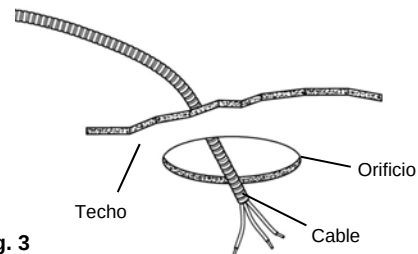

Fig. 3
3. Pasa el cable blindado (BX) o el cable no metálico (NM) (también conocido como Romex) a través del cortacircuitos o panel de fusibles hasta el orificio de 5 ½" (14,0 cm), dejando entre 6" (15,2 cm) y 8" (20,3 cm) de cable sobrante extendido por debajo del orificio. Puedes usar cables con un máximo de 12 AWG de cableado. (Fig. 3) (**ADVERTENCIA- Usa cables con clasificación de 90°C o mayor**).